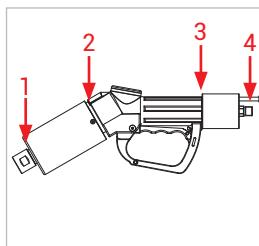

Abbildung 21
- Überprüfen Sie folgende Messstellen (Abbildung 21)
- WEH® Servicenippel (1)
- Stoßschutzhülse und Handgriff (2)
- Drehdurchführung und Handgriff (3)
- Verschraubung (4)